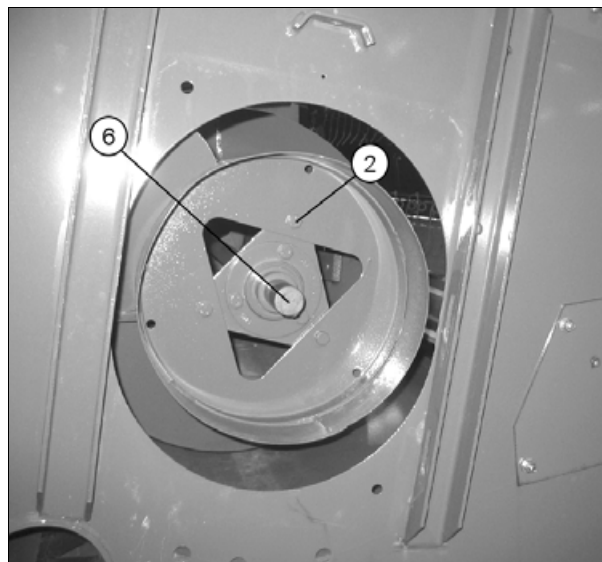

Рис. 4.
- Выверните болт (В) и выпрессуйте вал (С) из кривошипа (D).
- Извлеките вал через отверстия треугольной формы (рис. 4).